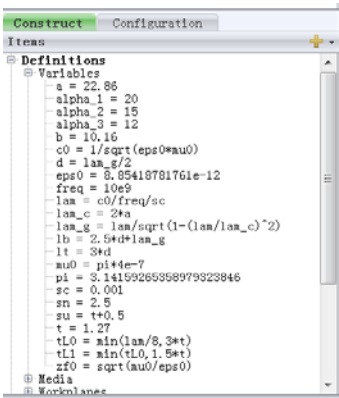

图 5-219 定义变量
- 缝隙形成的小面剖分尺寸：tL1=min(tL0,1.5\*t)，如图 5-219 所示。